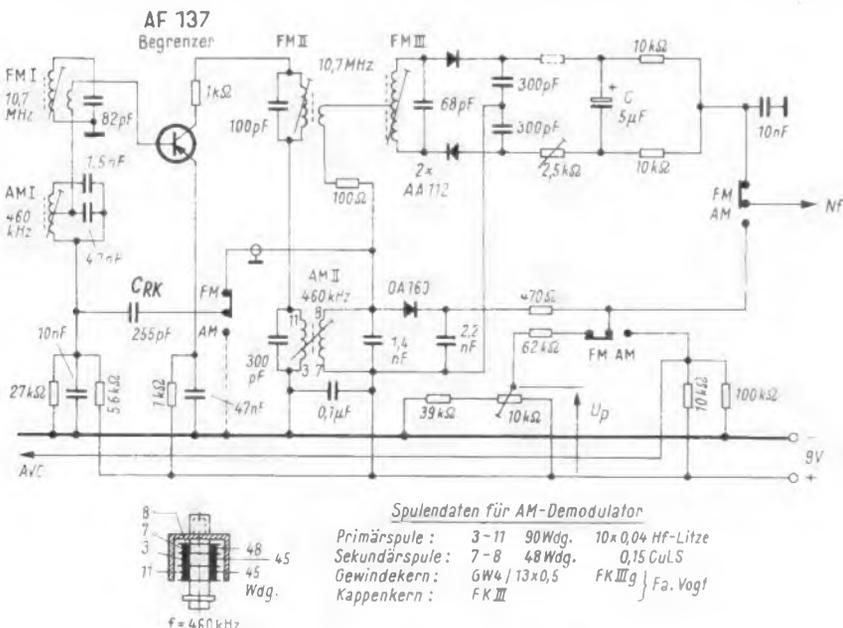
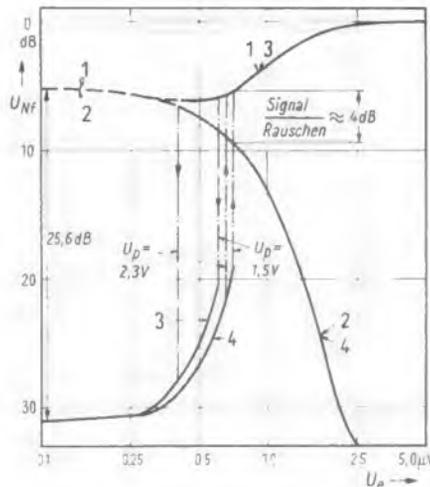
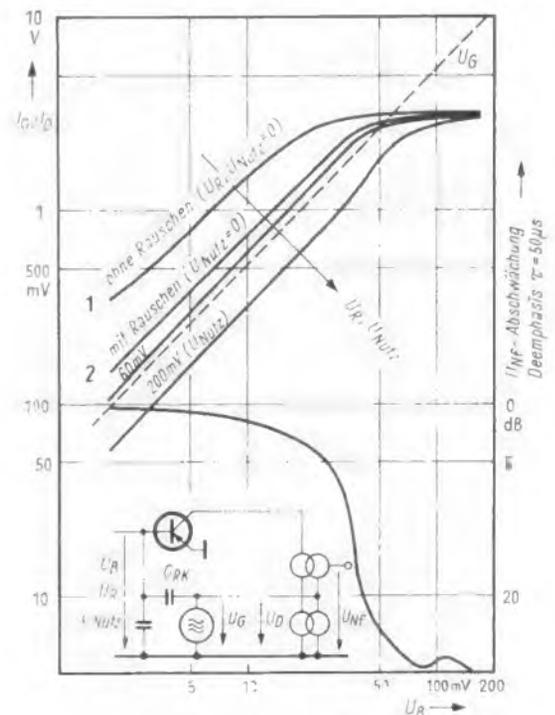

Bild 4. Demodulatorstufe eines kombinierten AM FM-Zf-Verstärkers (mit erhöhter Rauschunterdrückung)
Bild 6. Dämpfungsverlauf der Rauschsperrung nach Bild 4 (mit Schaltschwelle). Bezeichnungen wie in Bild 5; $C_{RK} = 255$ pF, $U_p = 1,5$ [2,3] V
Bild 7. Die Werte U_U , U_{U_i} , $f(f)_B$, U_H , U_{Nutz} der Schaltung nach Bild 4
In Schaltung Bild 4 wird die am AM-Demodulatorkreis entstehende Spannung der Hilfsschwingung über die Tertiärspule dem Sekundärkreis des FM-Demodulators zugeführt. Hiermit wird erreicht, daß durch die Gleichrichtung der Hilfsschwingung über die Dioden des FM-Demodulators eine zusätzliche Bedämpfung des FM-Demodulatorfilters entsteht. Die dadurch erzielte zusätzliche Abnahme der Nf-Ausgangsspannung gegenüber der Schaltung nach Bild 1 beträgt etwa 10 dB. In dieser Anordnung wird gleichzeitig das kurzzeitige Aufrauschen im Einschaltmoment der Rauschsperrre – wie es bei der Schaltung nach Bild 1 beobachtet wurde – vermieden. Dies erreicht man dadurch, daß im Schaltzeitpunkt die zurück-
Die Kurvendarstellung nach Bild 6 läßt erkennen, inwieweit es mit dem 10-k Ω -Potentiometer möglich ist, eine Schaltschwelle einzustellen und ihre Breite zu variieren. Auf Grund der unterschiedlichen Bedämpfung des AM-Kreises über dessen Gleichrichterdiode entsteht eine Schaltschwelle. Im schwingenden wie auch im nichtschwingenden Zustand ist hier eine zusätzliche Bedämpfung des AM-Kreises vorhanden, so daß sich nicht nur die Einschaltspannung, sondern auch die Ausschaltspannung der Rauschsperrung zu kleineren Signal/Rausch-Verhältnissen verschiebt (vgl. Bild 5). Wie aus Bild 6 ersichtlich, liegt die Ausschaltspannung der Rauschsperrung bei einem Signal/Rausch-Verhältnis von etwa 3,5 dB bzw. 4 dB und die Einschaltspannung der Rauschsperrung bei einem Signal/Rausch-Verhältnis von etwa 0,5 dB bzw. 2,5 dB. Da die zusätzliche Dämpfung durch die Vorspannung der AM-Demodulatordiode nur bei geringen Schwingamplituden von wesentlichem Einfluß ist, bleibt die hohe Rauschunterdrückung bei fehlendem Eingangssignal erhalten.
Bild 5. Dämpfungsverlauf der Rauschsperrung nach Bild 4. Bedeutung der Kurven: Nf-Ausgangsspannung ohne (1) und mit Rauschsperrung (3) bei moduliertem Signal, Rauschspannung ohne (2) und mit Rauschsperrung (4) ohne Modulation. Modulation 1 kHz, Hub ± 15 kHz; $U_B = 9$ V, $R_D = 8,2$ k Ω , $C_{RK} = 255$ pF
Nach den vorangegangenen Kurvendiskussionen lassen die Kurvendarstellungen nach Bild 3 und Bild 7 den wesentlichen Vorteil der Schaltung nach Bild 4 erkennen. Trotz des günstigen Schaltverhaltens zu kleinem Nutzsignal, also geringem Signal/Rausch-Verhältnis, ist die Rauschunterdrückung bei fehlendem Eingangssignal sehr groß. Das ungünstigere Signal/Rausch-Verhältnis innerhalb des Wirkungsbereiches der Rauschsperrung, wie es Bild 5 deutlich zeigt, hat beim Vorhandensein einer Schaltschwelle praktisch keine Bedeutung; Bild 6 läßt dies klar erkennen. Eine Änderung der Verstärkung, der Batteriespannung, der Bedämpfung des AM-Demodulatorkreises oder des Rückkopplungsfaktors haben hier